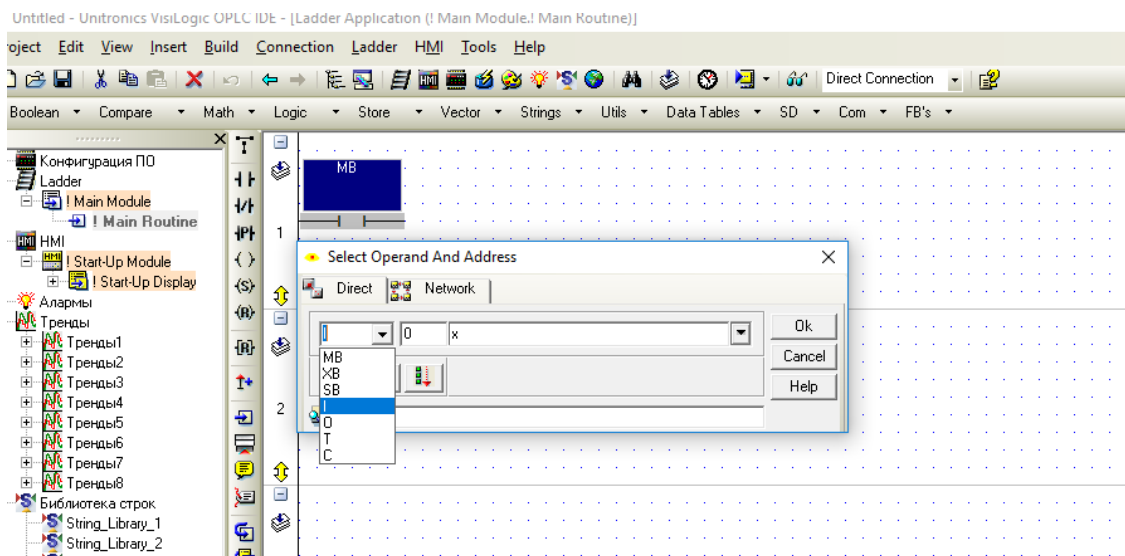

Рис.1.8. Вставка операнду в програму
7. Під час встановлення елемента на робоче поле обираємо тип операндів та присвоюємо його адресу (рис. 1.8).